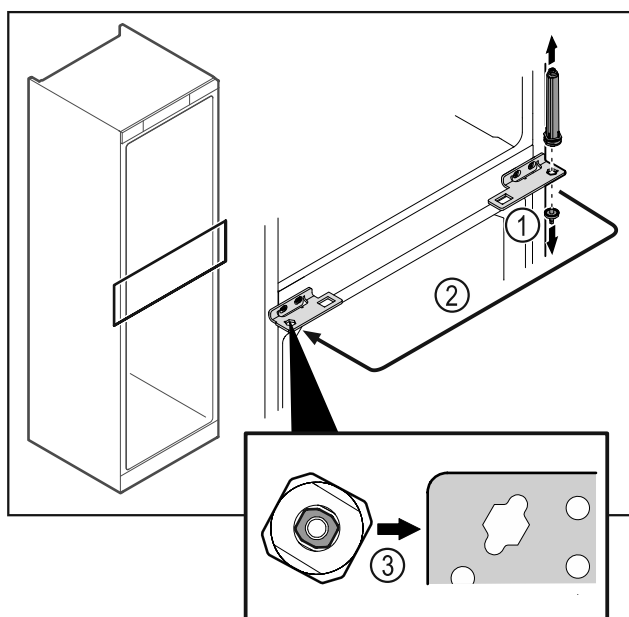

Fig. 38
- Svitare il perno della cerniera Fig. 38 (1).
- Spostare il sistema di chiusura della porta Fig. 38 (2).
- All'atto dell'utilizzo fare attenzione al corretto allineamento del sistema di chiusura della porta Fig. 38 (3).